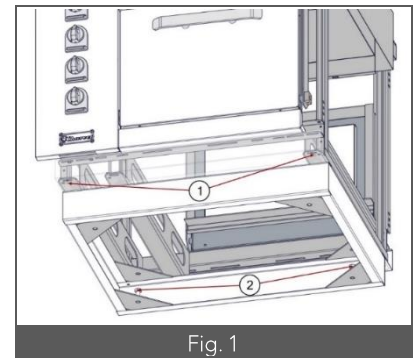

Fig. 1
- Sur socle inox, il est possible d'ajuster le niveau de chaque bloc (larg. 450, 525, 850, 1300 ou 1600) individuellement. Pour cela, déposer le capot situé au-dessus de la plinthe en retirant les deux vis (Fig. 1 – Rep. 1). Il est alors possible d'accéder aux boulons de réglage situés dans le socle (Fig. 1 – Rep. 2). Serrer ces derniers pour augmenter la hauteur, les desserrer pour la diminuer.